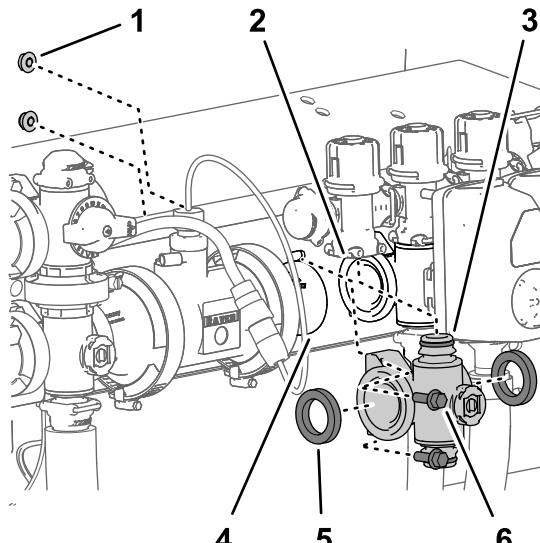

Figura 112
4. Rimuovete, dal collettore della valvola della sezione sinistra o destra, i 2 bulloni a testa flangiata ( $\frac{1}{4}$ " x  $\frac{3}{4}$ ") e i 2 dadi di bloccaggio flangiati ( $\frac{1}{4}$ ") che fissano il collettore al supporto della valvola (Figura 112).
5. Abbassate il collettore della valvola della sezione e le guarnizioni per liberare la valvola di bypass della sezione, quindi allontanateli dalla macchina (Figura 112).